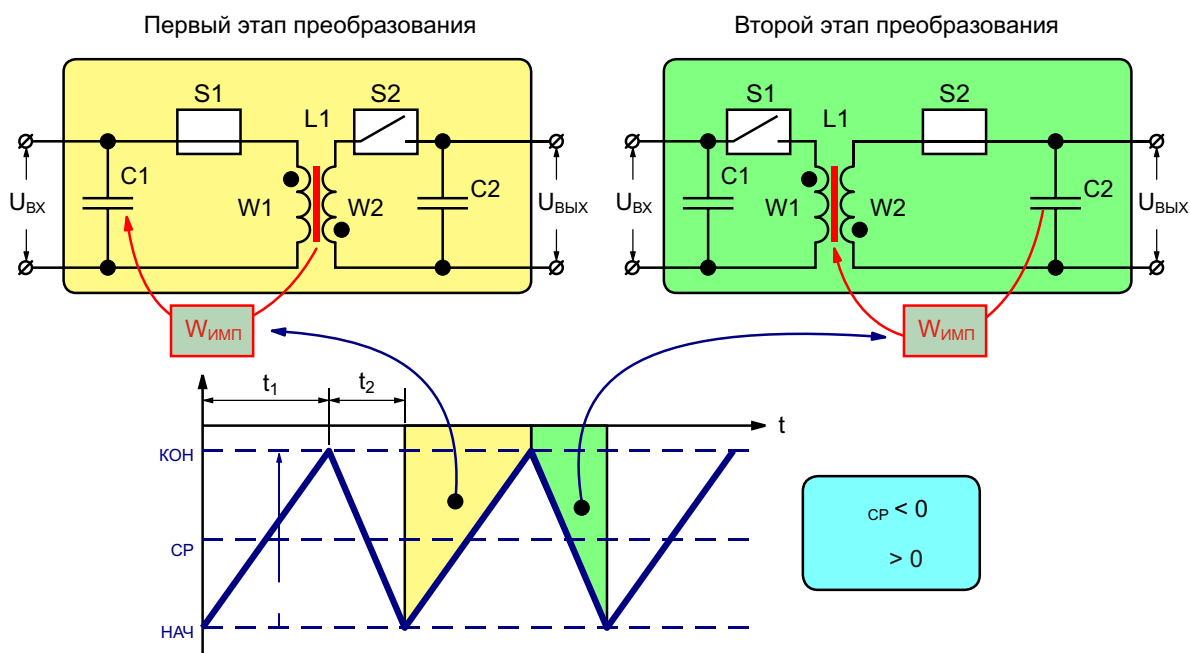

Рисунок 9. Режим рекуперации.
А что произойдет, если среднее значение магнитного потока дросселя Φ_{CP} будет иметь знак, противоположный, например, если $\Phi_{НАЧ} < 0$ и $\Phi_{КОН} < 0$, при соблюдении условия $\Phi_{НАЧ} < \Phi_{КОН}$? В этом случае, согласно (7), $W_{ИМП} < 0$, и энергия через преобразователь пойдет в обратном направлении – с выхода на вход (Рисунок 9).